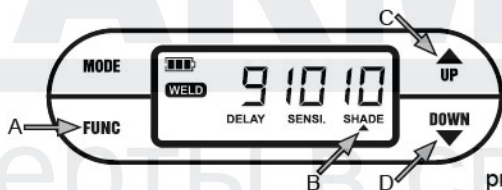

рис.4a
После включения светофильтра кратковременно нажмите кнопку FUNC чтобы выбрать параметр SHADE, который означает степень затемнения и выберите необходимую степень затемнения (рис.4a/4b/4c-A/B). Используйте кнопки UP и DOWN для выбора требуемой степени затемнения (рис.4a/4b/4c-C/D).
**Weld mode** – режим сварки, 9-13 DIN (рис.4a)